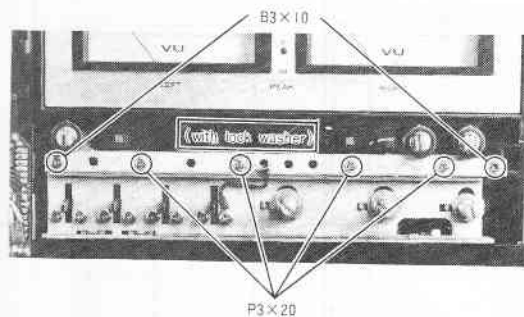

Fig. 7 Abb. 7
7. Bias adjustment/Memory PC Board and DCCS PC Board (Fig. 7)
7. Schaltplatine und Dolby-Kalibrier-Platine (Abb. 7)
-Platine (Abb. 7)
7. Plaquette à circuits imprimés de commutation et plaquette de DCCS (Fig. 7)